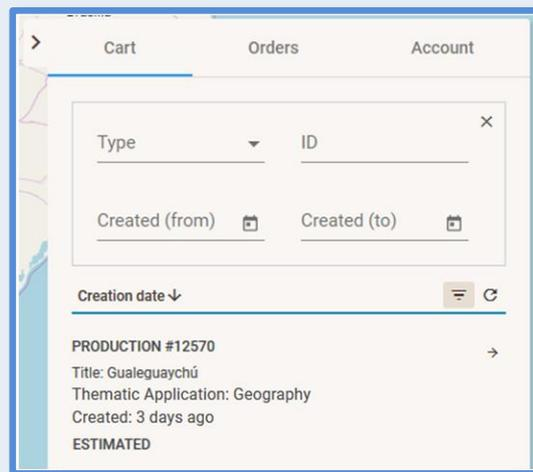

Figura 26: Filtros para la búsqueda de pedidos.
- **Filters** (Filtros)  : Permite realizar una búsqueda de los pedidos usando diferentes opciones para el filtrado (ver Figura 26):